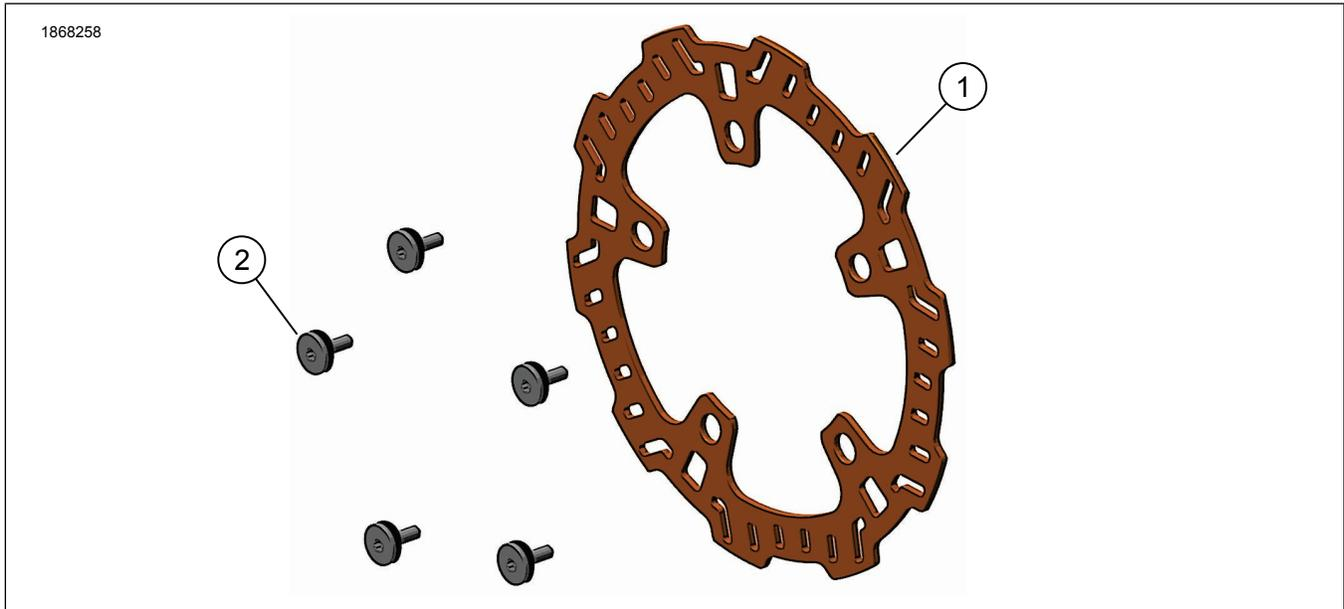

Figure 1. Contenu du kit : Disque de frein avant (320 mm)
1. Positionnez **le nouveau** disque de frein (1) sur la roue. Consultez le manuel d'entretien.
2. Voir la Figure 1. Installer les ensembles de boulons à épaulement (2).
3. Serrez les boulons (2).